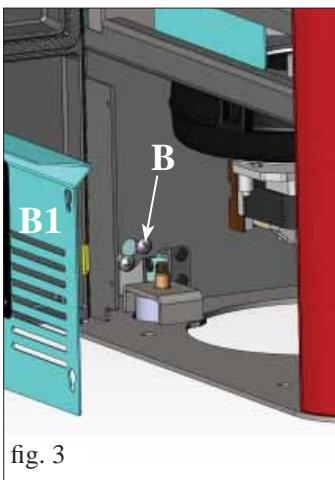

fig. 3
- Abrir a porta e retirar o painel zinchado (B1 - fig. 3).
- Desapertar o parafuso situado na parte inferior (B - fig. 3).